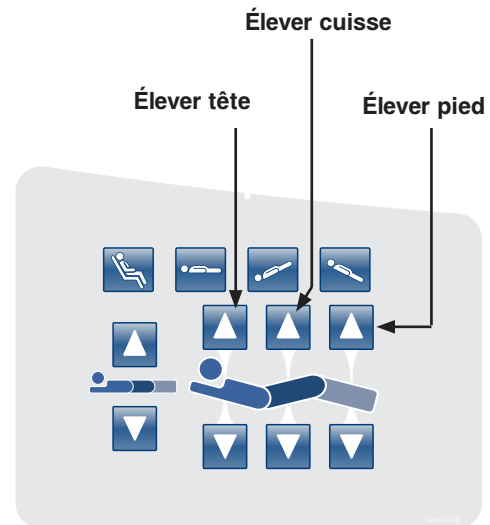

Figure 21 : Panneau de contrôle de côté de lit de tête - (Côté droit illustré)
22. Placez les sommiers de tête, de cuisse et de pied du lit à leur hauteur maximale en appuyant d'abord sur le bouton «Élever tête», ensuite sur le bouton «Élever section de cuisse» puis sur le bouton «Élever pied» (référez-vous à la Figure 21). La section de pied devrait être en position horizontale.